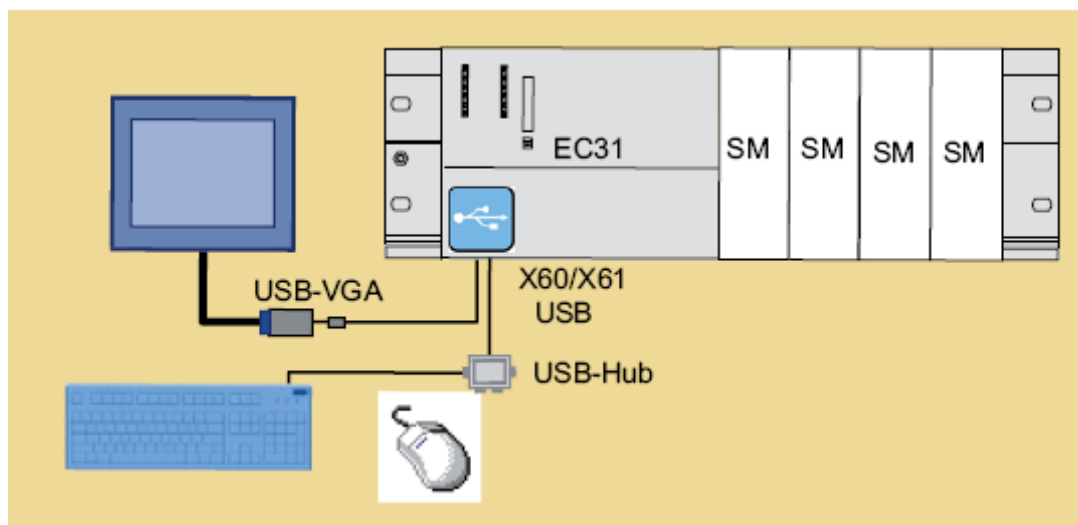

图11 EC31-RTX的本地操作
1. 通过EC31-RTX的集成USB接口连接外置USB显示卡（有关外置USB显示卡的更多信息请参考网站[www.displaylink.com](http://www.displaylink.com)）和USB键盘、鼠标，如图11：